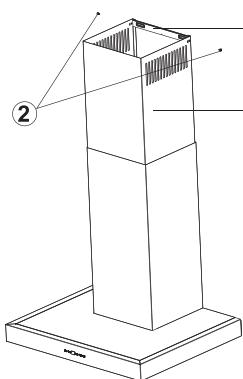

Fig. 13 Montimi i oxhakëve dekorativ
- Tërhoiqni lart oxhakun e sipërm dekorativ (1), fiksoni atë nga ana e majtë dhe e djathtë për pllakën e përforcimit duke përdorur vidhat. (Fig. 13). Në atë mënyrë tashmë kemi montuar oxhakun e sipërm dekorativ në pllakën për përforcim (3), duke përdorur vidhat (2).